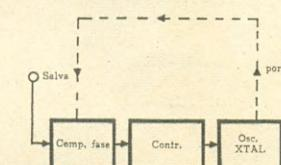

Fig. 1
FIG. 1 — Este dispositivo de comutação e controles de fones permite ao amplificador trabalhar com alto-falantes, com fones, ou com uns e outros simultaneamente. O amplificador permanece carregado pelos alto-falantes, ou pelos resistores R1 e R2.
Naturalmente, é possível instalar uma única tomada de fones ou três e mais. Ligando em paralelo vários pares de fones, o volume diminui. Pode-se, também, montar um dispositivo de controle de volume independente para cada fone. Esta possibilidade, aliás, pode ser estendida a todos os controles; para isso, é suficiente duplicar a parte do circuito situada após a comutação, à direita da linha na Fig. 1.
19) "Malha fechada" (Fig. 1).